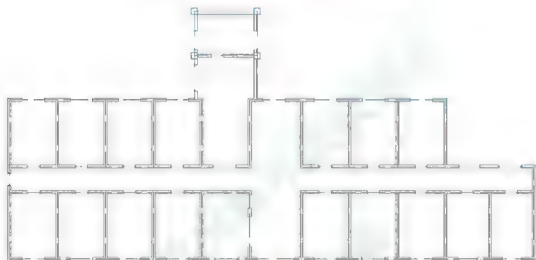

图 3.48 标注出轴线尺寸
② 按 Enter 键结束【连续】标注命令，结果如图 3.48 所示。